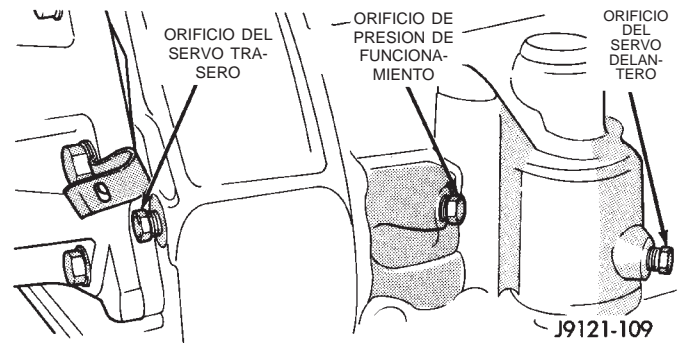
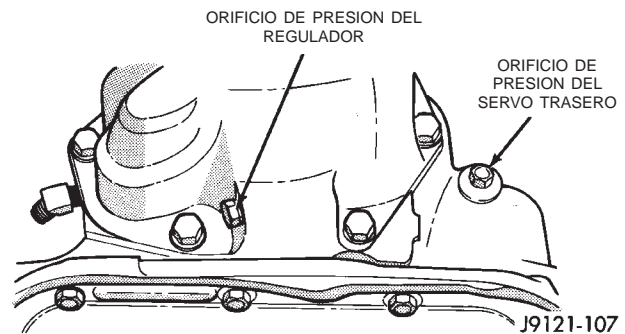
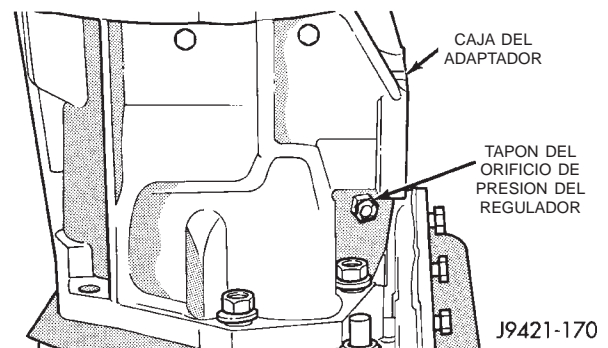

Fig. 6 Orificios de prueba de presión del lado de la caja
Fig. 7 Orificios de prueba de presión de la parte trasera de la caja—Tracción en dos ruedas
Fig. 8 Orificios de prueba de presión de la parte trasera de la caja—Tracción en 4 ruedas
Los orificios de prueba de presión se encuentran en el acumulador, el servo delantero y el servo trasero, el conducto del regulador y el conducto de presión del embrague de sobremarcha (Fig. 6), (Fig. 7) y (Fig. 8).
(1) Conecte el indicador de 689,5 kPa (100 psi) C-3292 al orificio del acumulador.
(2) Conecte el indicador de 2.068 kPa (300 psi) C-3293-SP al orificio del servo trasero (Fig. 6) y (Fig. 7).
(3) Desconecte las varillas de la mariposa del acelerador y del mecanismo de cambio de la palanca manual y la manija de admisión.
(4) Ponga en marcha y haga funcionar el motor a 1.000 rpm.
(5) Desplace la palanca de cambios (del eje de la palanca manual) todo su recorrido hacia adelante, a la escala 1.
(1) Conecte el indicador de prueba al puerto de presión del acumulador (Fig. 6) y (Fig. 7).
(2) Ponga en marcha y haga funcionar el motor a 1.000 rpm.
(3) Desplace la palanca de cambios del eje de la palanca manual del cuerpo de válvulas, una posición del detenedor hacia atrás desde la posición de máximo desplazamiento hacia adelante. Esta es la posición 2.
(4) Desplace la manija de admisión de la transmisión desde la posición de máximo desplazamiento hacia adelante hasta la posición de máximo desplazamiento hacia atrás y lea las presiones indicadas por ambos indicadores.
(5) La presión de funcionamiento debe ser 372-414 kPa (54-60 psi) con la manija de admisión hacia adelante y aumentará gradualmente hasta 621-662 kPa (90-96 psi) cuando la manija se desplace hacia atrás.
(1) Conecte los indicadores de prueba a los orificios del acumulador y el servo delantero (Fig. 6) y (Fig. 7). Utilice cualquier indicador en los dos orificios.
(2) Ponga en marcha y haga funcionar el motor a 1.600 rpm para esta prueba.
(3) Desplace la palanca de cambios a la escala D. Esta escala está a dos posiciones hacia atrás de la posición de máximo desplazamiento hacia adelante.
(4) Cuando desplace la manija de admisión de la transmisión desde la posición de máximo desplazamiento hacia adelante a la de máximo desplazamiento hacia atrás, lea las presiones de ambos indicadores.
(5) La presión de funcionamiento debe ser de 372-414 kPa (54-60 psi) con la palanca de admisión hacia
(1) Conecte el indicador de 2.068 kPa (300 psi) al orificio del servo trasero (Fig. 6) y (Fig. 7).
(2) Ponga en marcha y haga funcionar el motor a 1.600 rpm para la prueba.
(3) Desplace la palanca de cambios del cuerpo de válvulas cuatro posiciones del detenedor hacia atrás desde la posición de máximo desplazamiento hacia adelante. Esta es la posición de marcha atrás.
(4) Desplace la manija de admisión todo su recorrido hacia adelante y luego todo su recorrido hacia atrás y tome nota de las lecturas de los indicadores.
(5) La presión debe ser de 1.000-1.207 kPa (145-175 psi) con la manija hacia adelante y aumenta a 1.586-1.931 kPa (230-280 psi) a medida que la manija se mueve hacia atrás.
(1) Conecte el indicador de prueba de 689,5 kPa (100 psi) C-3292 al puerto de presión del regulador (Fig. 6) y (Fig. 7).
(2) Desplace la palanca de cambios a la escala D.
(3) Ponga en marcha y haga funcionar el motor a velocidad de ralentí de contén y tome nota de la presión. En ralentí y con el vehículo detenido, la presión debe ser de cero a 10,34 kPa (0 a 1,5 psi) como máximo. Si la presión supera esta cifra, los contrapesos o la válvula del regulador quedaron pegados en la posición de apertura.
(4) Aumente lentamente la velocidad del motor y observe las lecturas del velocímetro y el indicador de presión. La presión del regulador debe aumentar proporcionalmente a la velocidad del vehículo.
(5) La elevación de la presión debe ser gradual y la presión debe caer nuevamente a un valor de 0 a 10,34 kPa (1,5 psi) cuando las ruedas dejen de girar.